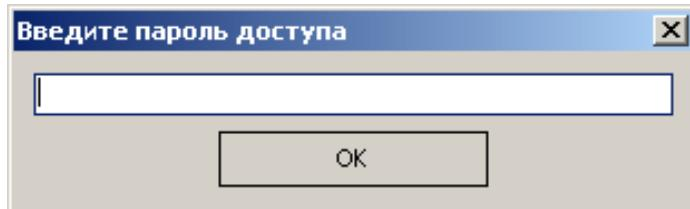

Рисунок 23
5. Нажать кнопку «Прошить». Перед Вами появится окно (Рисунок 23);